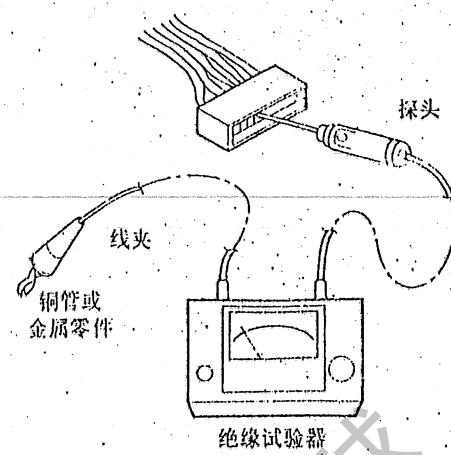

图 42
④ 测量电气机组的绝缘电阻
- 从接线板和印刷电路板组件等拆卸所需要的电气机组连接器。(图42)